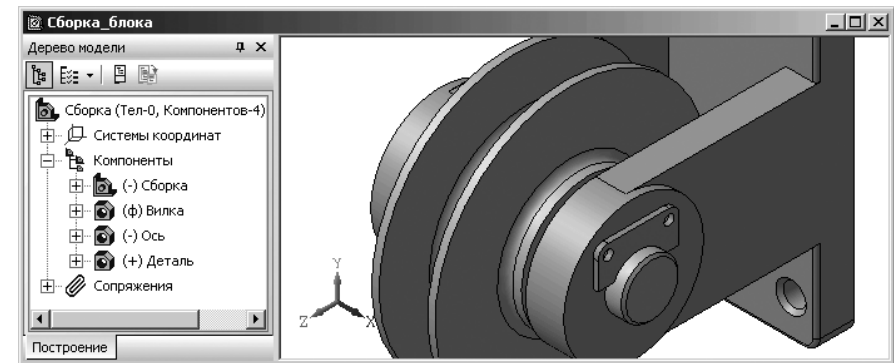

Рис. 6.90. Результат построения модели **Планка на месте**
- щелкните по кнопке **ОК**. Окончательный вид планки, созданной на месте показан на рис. 6.90.